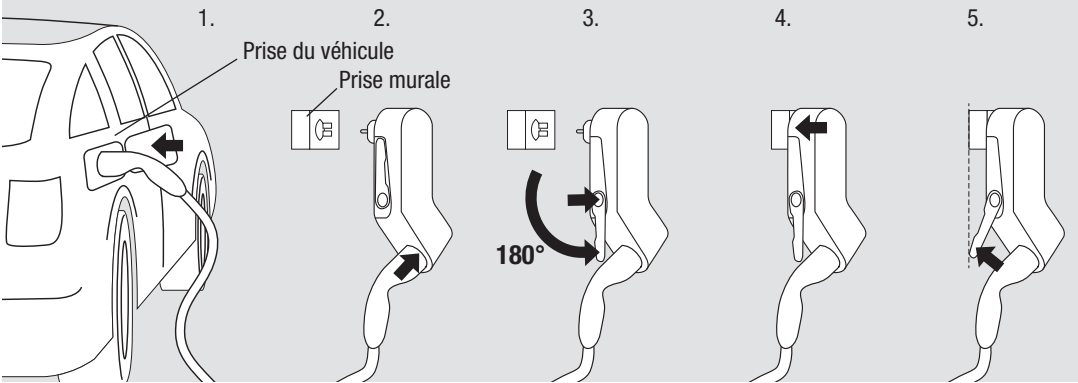

Fig. 2 : Séquence de charge
- N'utilisez le chargeur Mobility Dock qu'en le suspendant en position verticale et en assurant son soutien sur une prise murale pour éviter de tirer sur la prise (voir illustration fig. 2). Les charges lourdes peuvent endommager le chargeur Mobility Dock et/ou la prise de courant.
- Ne branchez le Mobility Doc dans la prise tant que la prise de charge n'est pas verrouillée dans la sortie type 2 (C). La prise risque autrement d'être endommagée.
Mobility Dock est un chargeur de secours en Mode 2 pour une utilisation occasionnelle et mobile. Pour un usage permanent, il est à installer dans une position stable, immobile et verticale. Il ne se branche que sur des prises murales adaptées sur le plan mécanique et électrique (Voir fig. 2, étape 5).